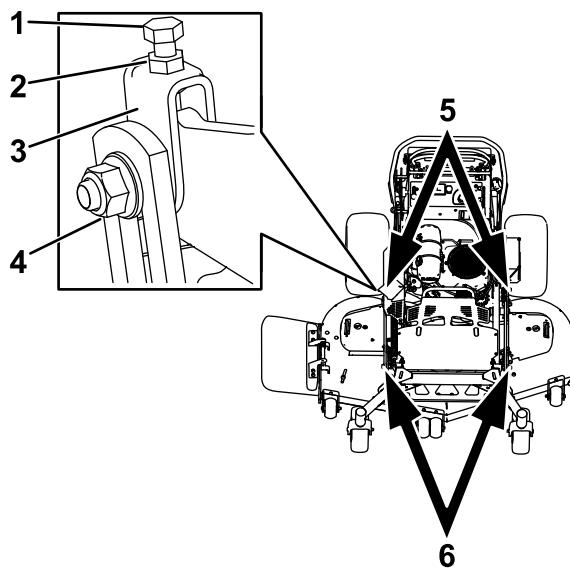

Figura 84
- Afloje la contratuerca y el perno lateral de las horquillas que desea ajustar (Figura 84).
- Gire el perno superior de las horquillas para ajustar la altura de la carcasa de corte (Figura 84).
- Si la medida no es correcta, localice las dos horquillas en la máquina (Figura 84).